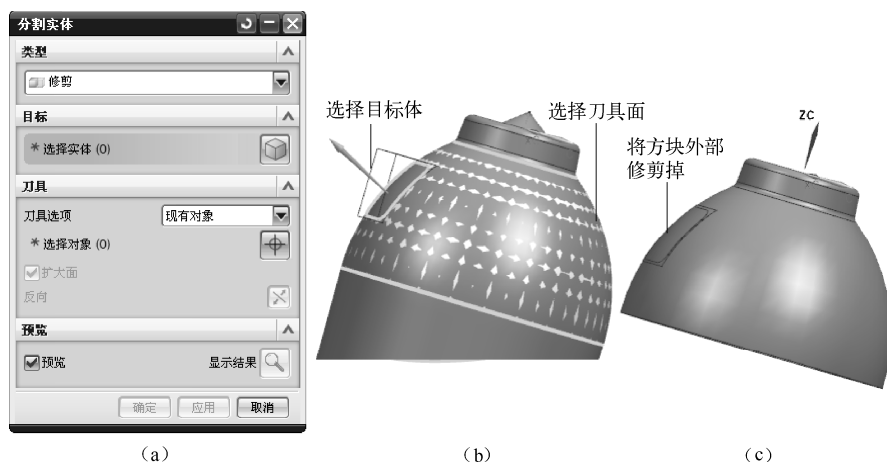

图 4-65 修剪外表面
(1) 单击【注塑模工具】工具栏中的【分割实体】按钮,弹出如图 4-65 (a) 所示的【分割实体】对话框,系统提示选择要分割的目标体。
(2) 在工作区选择刚创建的方块作为目标体,系统提示选择分割面作为工具体。
(3) 如图 4-65 (b) 所示,在工作区选择分割面,确认修剪方向正确,在图 4-65 (a) 中单击【确定】按钮,如图 4-65 (c) 所示修剪掉方块外侧。在选择目标实体和修剪面之前,也可单击【目标】选项组的【选择实体】按钮和【刀具】选项组的【选择对象】按钮,确认选中目标体和刀具面。